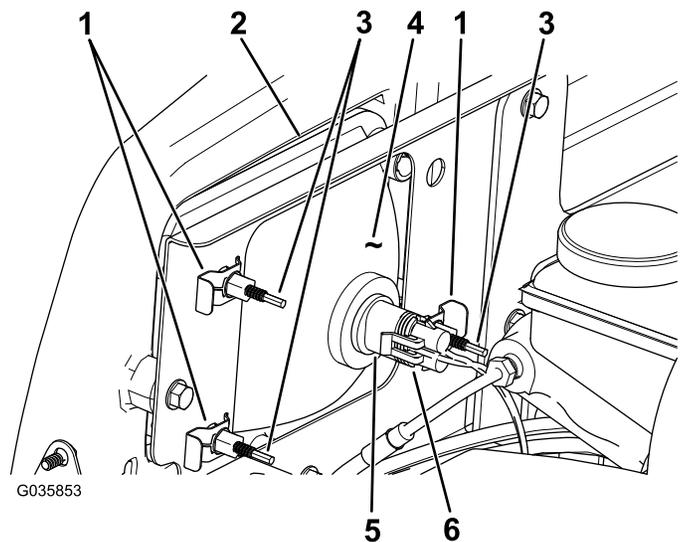

Figura 43
- Desligue o conector elétrico para a cablagem do conector do conjunto da lâmpada (Figura 43).
- Retire os cliques rápidos que fixam o farol ao respectivo suporte (Figura 43).
- Retire o conjunto do farol movendo-o para a frente através da abertura no pára-choques dianteiro (Figura 43).
- Instale o novo farol através da abertura no pára-choques (Figura 43).
- Ligue o conector elétrico para a cablagem ao conector do conjunto da lâmpada (Figura 43).
- Na parte traseira do conjunto de faróis, rode os parafusos de ajuste (Figura 43) para inclinar o conjunto dos faróis e alinhar a posição do feixe.